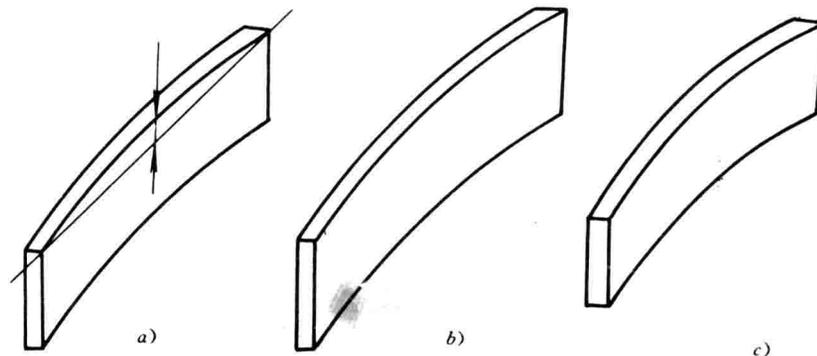

图 1.4
12. 在矫正扁钢立面弯曲时, 可采用直击法、锤展法和火焰矫正法, 请分别用箭头在图 1.4 中标出直击、锤展和火焰矫正时锤击和加热的位置, 并标出是何种方法。